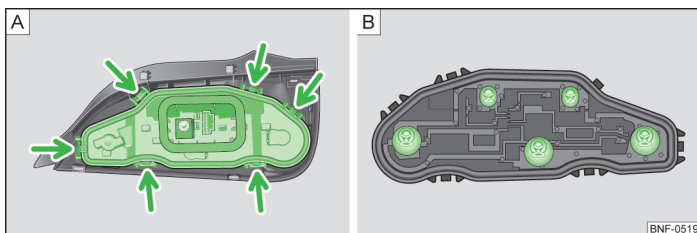

Fig. 132 Lampă spate: Schimbarea lămpilor cu incandescentă
- » Deblocați soclul becului din elementele de fixare (săgeți) » fig. 132 -  și scoateți soclul becului din blocul optic spate.
- » Apăsăți becul incandescent defect în soclu, rotiți-l **împotriva** sensului acelor de ceasornic și extrageți-l » fig. 132 - .